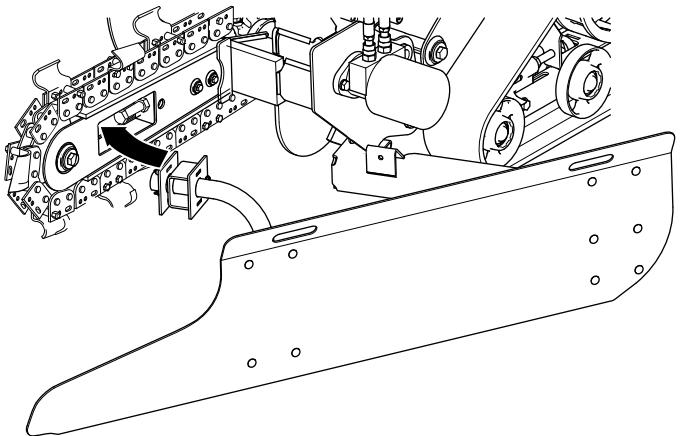

Bild 5
4. Schwenken Sie das Planierschild nach rechts und stecken Sie die vordere Befestigungshalterung in die Öffnung am Ausleger (Bild 5).